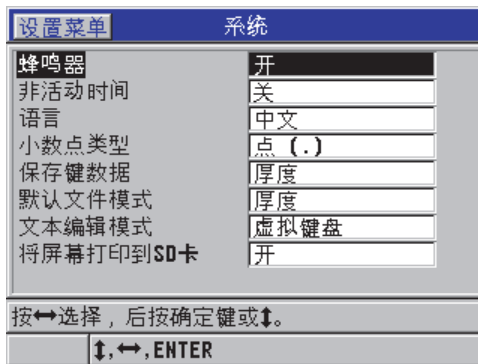

图 8-2 系统屏幕
1. 在仪器显示测量屏幕时，按 [设置] 键，然后选择**系统**。出现**系统**屏幕（参见第 136 页的图 8-2）。